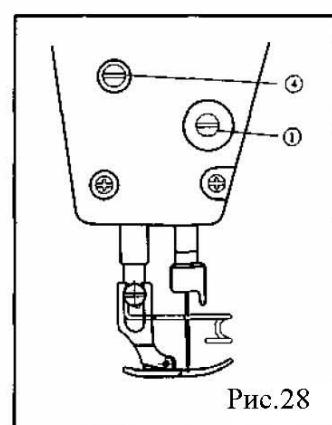

Рис.28
1. Ослабьте винт 1 и отрегулируйте высоту лапки и ее положение. (Рис.28)